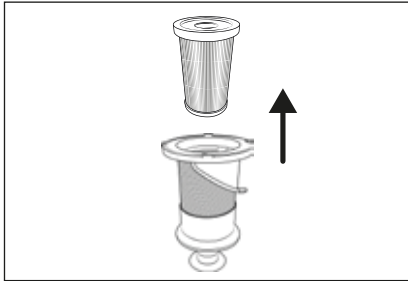

Fig. 19
- 4) Para retirar el filtro HEPA **4** del filtro de acero inoxidable **5**, agarre el filtro HEPA **4** por el orificio y extráigalo del filtro de acero inoxidable **5** (consulte la fig. 19).